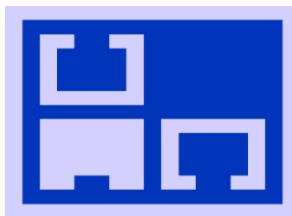

Figura 17 – Status de Indicação das Portas Ethernet
**8.** O estado do link de cada uma das 4 portas Ethernet (no painel traseiro do equipamento), indica se o link está “up” (conectado) ou “down” (vazio). A Figura 17 – Status de Indicação das Portas Ethernet indica que a GbE1 está com link ativo, GbE2 e GbE3 estão desconectadas e GbE4 está desabilitada.